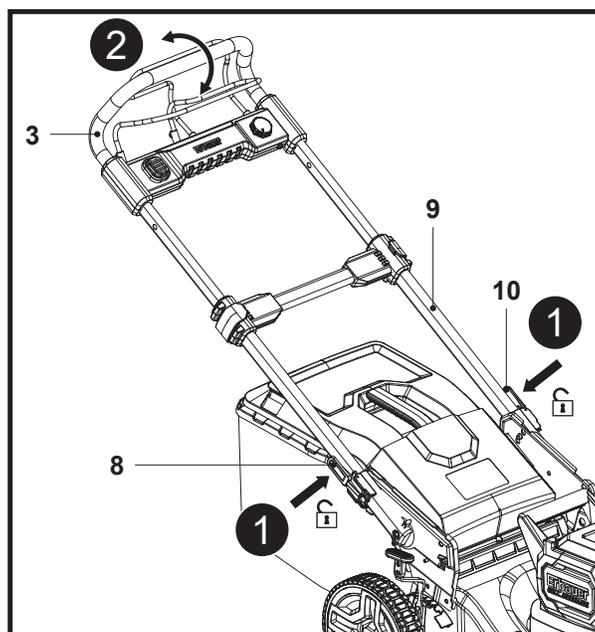

Fig. 10
1. Appuyer sur les deux leviers de verrouillage (10) et les désengager des deux côtés du guidon inférieur (9) (Fig. 10, étape 1).
2. Maintenir les deux leviers de verrouillage (10), puis saisir le guidon (3) et le faire pivoter doucement (Fig. 10, étape 2) jusqu'à ce que la goupille de verrouillage (10a) du levier de verrouillage (10) s'engage automatiquement dans l'un des deux autres trous (11a) du support de guidon (11).